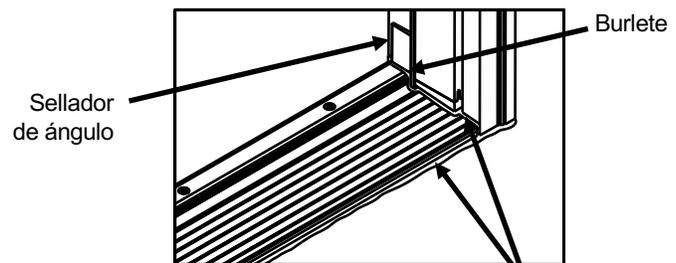
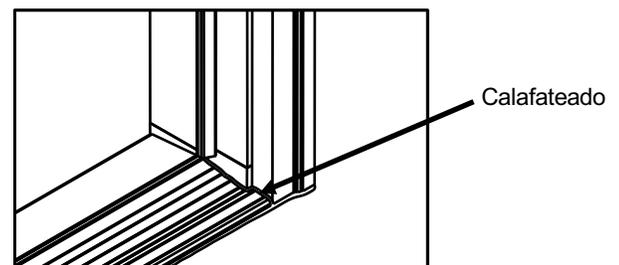

Figura 5a
Figura 5b
- 5 IMPORTANTE:** Para puertas que se abren para adentro, instale dos selladores de ángulos (incluidos en el kit de instalación) en cada una de las partes inferiores de las jambas de una puerta activa, de acuerdo a la Figura 5a. Para un sistema de puerta doble, verifique que una almohadilla hermética de esquina se haya instalado en la parte inferior del lado de la puerta activa de un astrágalo. El sellador de ángulo se debe colocar por debajo del burlete. Aplique el calafateado en la intersección de las jambas, molduras, umbral y piso. Para las puertas que se abren para adentro, también aplique el calafateado en la intersección de las jambas, molduras, umbral y piso según la figura 5b.